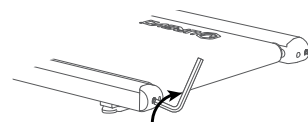

Figure 1
- Si la courroie de marche s'est déplacée vers la gauche, utilisez la clé hexagonale pour tourner la vis du rouleau de renvoi gauche dans le sens des aiguilles d'une montre de 1/4 de tour (voir figure 1).